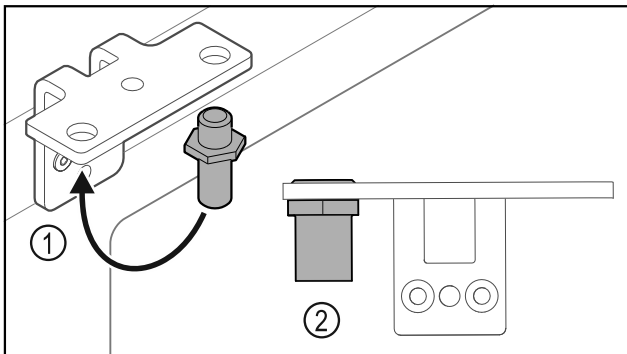

Fig. 34
- ▶ Переставьте палец Fig. 34 (1) в шарнирном уголке.
- ▶ Затяните палец Fig. 34 (2) с **моментом 12 Нм**.